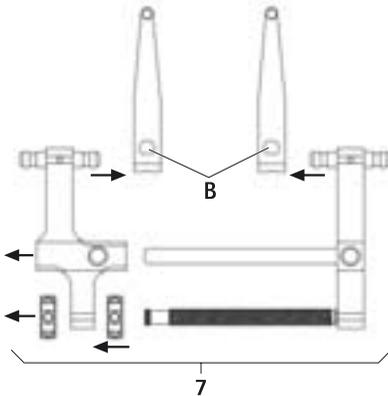

Fig. 2
- Démontage du distracteur 7 avec les lames de distraction, voir Fig. 2: actionner le poussoir **B** et retirer la lame de distraction FW239R.